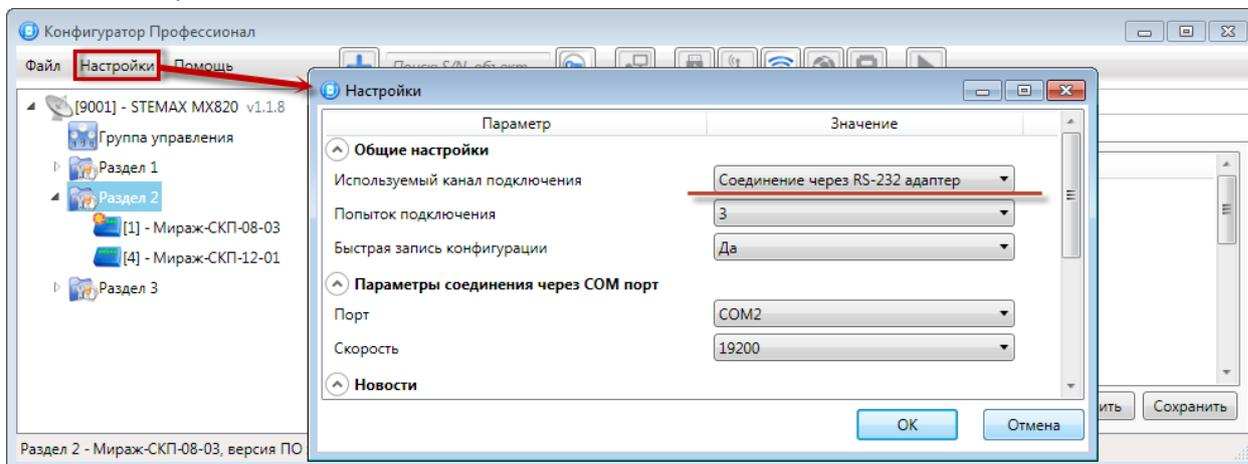

Рисунок 4.2 — Параметры подключения с помощью адаптера RS-232
2. Войдите в меню Настройки в основном окне программы, в результате чего откроется окно Настройки (см. рисунок 4.2). Задайте в нем перечисленные ниже параметры и нажмите кнопку ОК.